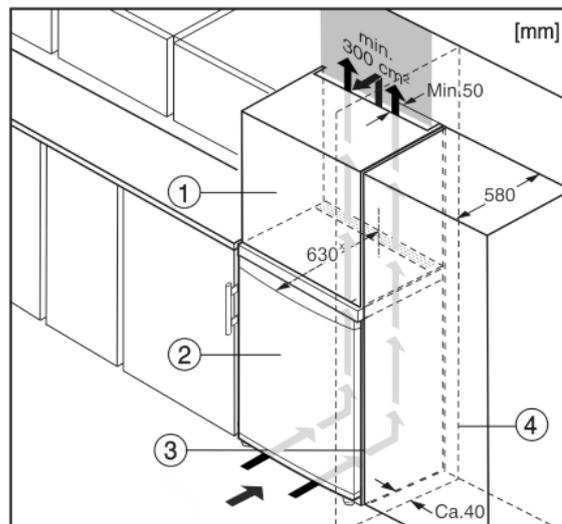

Fig. 6
- (1) Viseći ormar
- (2) Uređaj
- (3) Kuhinjski ormar
- (4) Zid
Uređaj se može adaptirati za ugradnju u kuhinjske ormare. Kako biste uređaj Fig. 6 (2) prilagodili visini kuhinjskog namještaja, iznad uređaja možete postaviti viseći ormar Fig. 6 (1).*
Kod adaptacije s normalnim kuhinjskim ormarima (dubina maks. 580 mm) uređaj se može postaviti direktno uz kuhinjski ormar Fig. 6 (3). Uređaj stoji bočno 34 mm^x i u sredini uređaja 50 mm^x nasuprot pročelju kuhinjskog ormara.*
Kada se uređaj postavlja s okovima pored zida Fig. 6 (4), razmak između uređaja i zida mora iznositi najmanje 40 mm. To odgovara stajanju ručice kod otvorenih vrata.